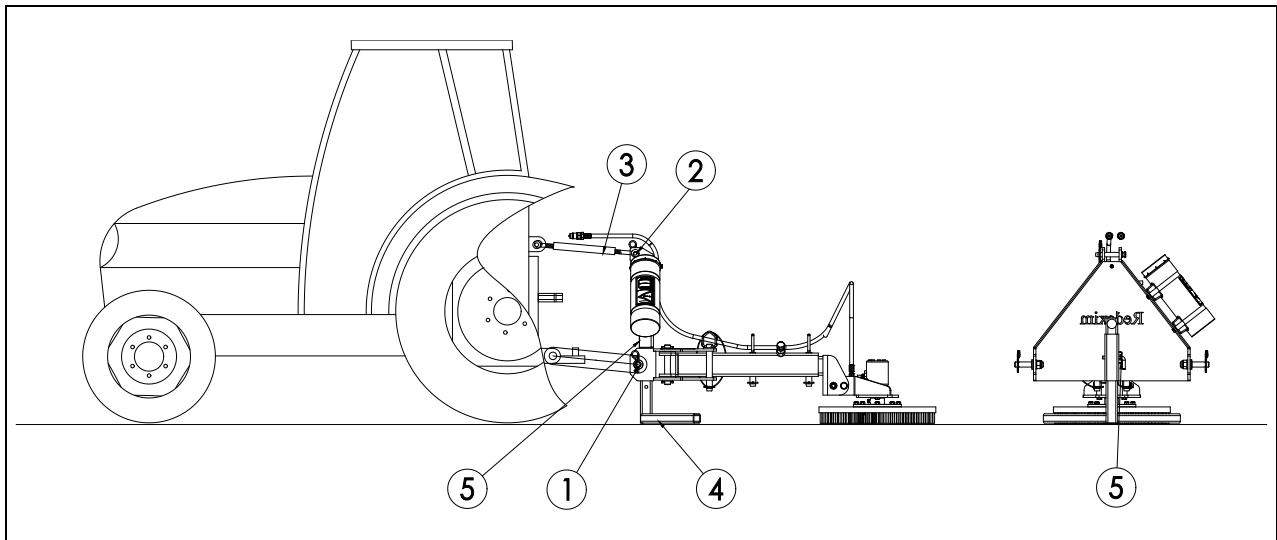

Fig. 7
La méthode est la suivante : (Fig. 7)
**Assurez-vous que le tube supérieur est connecté et mis sous tension ! Voir Fig. 7. Le non-respect de cette règle peut entraîner de graves dommages à la machine.**